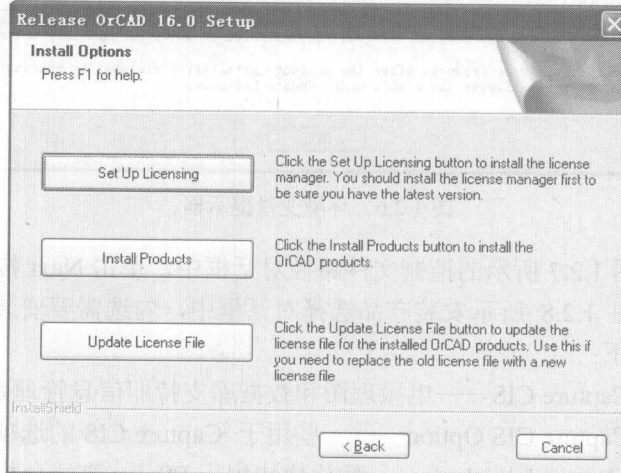
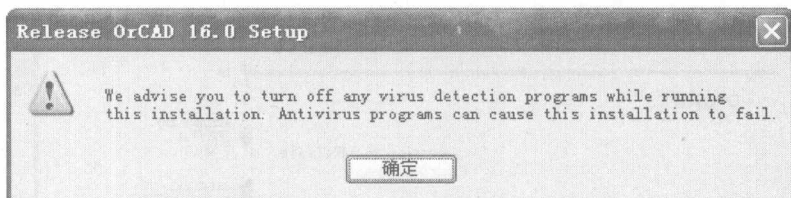

图 1.2.3 安装界面
图 1.2.4 提示界面
(3) 在弹出的如图 1.2.3 所示安装界面中选择“Install Products”选项后,出现如图 1.2.4 所示提示界面,提示关闭所有在运行的查杀毒程序。关闭病毒防火墙并单击图 1.2.4 中的“确定”按钮。